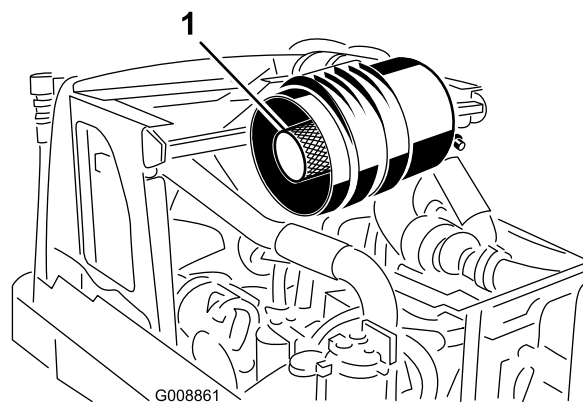

Figure 120
**Important:** Ne nettoyez pas l'élément de sécurité usagé (Figure 120). Remplacez l'élément de sécurité par un neuf tous les 3 entretiens du préfiltre, ou lorsque le témoin de contrôle du filtre à air apparaît sur l'écran. Si vous ne le remplacez pas, ne déposez pas l'élément de sécurité.